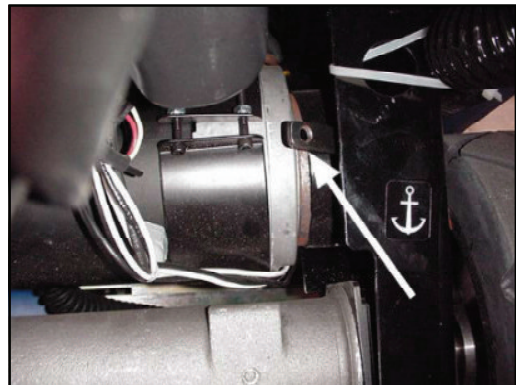

Abbildung 18
**Bewegen der Maschine ohne Strom (siehe Abbildung 18)**